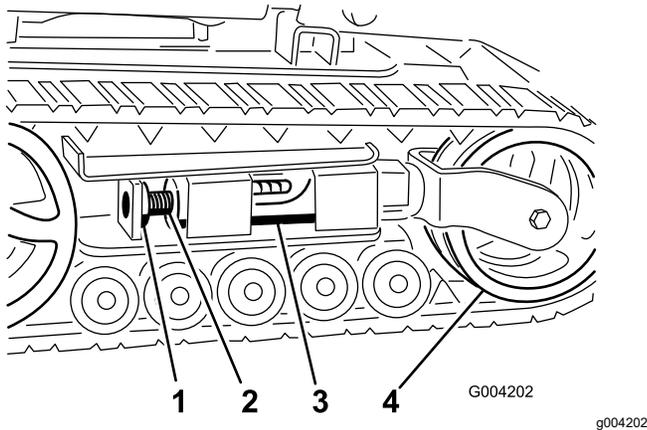
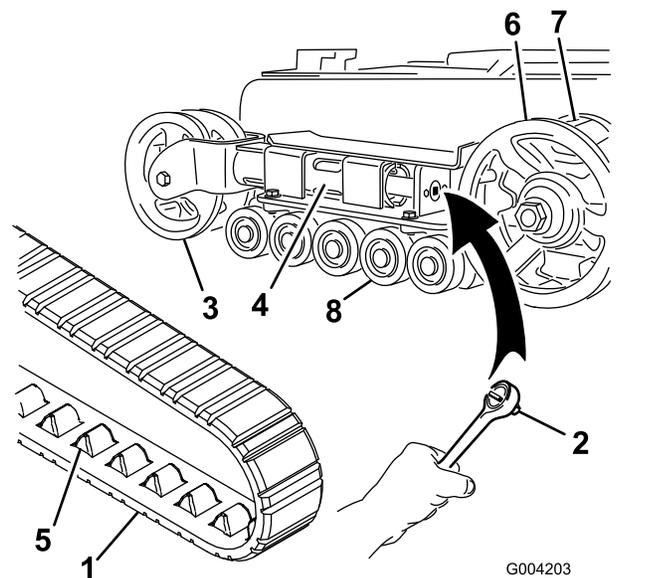
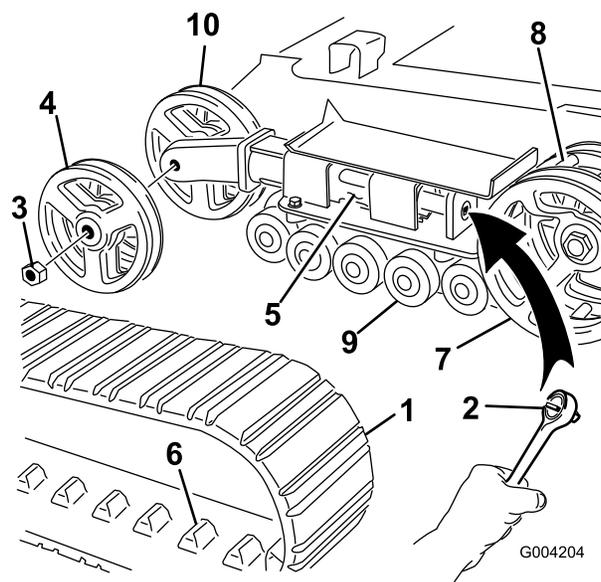

図 47
図 48
図 49
4. ロッキングボルトとナットを外す 図 47。
6. テンションねじのノッチのうち、ロッキングボルトの穴に一番近いノッチを穴に合わせ、ねじを溝をローラを適切な穴に合わせてセットし、シャフトを通してボルトとナットで固定する 図 47。
注 細幅クローラの場合は、前側テンションホイールが、テンションチューブの端部のフォークの内側に取り付けられています 図 48。
5. $\frac{1}{2}$ " のドライブレンチを使用して、テンショニングねじを左にまわしてドライブテンションを解放する 図 47 と 図 48。
6. テンションホイールをユニットの後方に向かって押してテンションチューブをフレームに当てる 図 48。フレームに当たらない場合は、テンショニングねじを更に回す。
8. テンションホイールからクローラが外れたら、駆動スプロケットとロードホイールからもクローラを外す 図 48。
9. 駆動スプロケットからスタートして、新しいクローラをスプロケットに巻きつけるようにして取り付けるクローラについている爪がスプロケットのコグにはまるように取り付けること 図 48。
10. ロードホイールとロードホイールの間にクローラを押し込む 図 48。
注 広幅クローラの場合は、前側テンションホイールが、テンションチューブの端部の側部に取り付けられています 図 49。
4. ロックボルトとナットを外す 図 47。
5. 1/2" のドライブレレンチを使用して、テンションねじを左にまわしてドライブテンションを解放する 図 47 と 図 49。
6. テンションホイールをユニットの後方に向かって押してテンションチューブをフレームに当てる 図 49。
7. 外側のテンションホイールを固定しているナット外して右ホイールを取り外す 図 49。
8. クローラを取り外す 図 49。
9. 内側のテンションホイールを固定しているナット外して右ホイールを取り外す 図 49。
13. 先ほど取り外したナットで、内側テンションホイールを元通りに取り付ける 図 49。
15. 新しいクローラのラグが、駆動スプロケットの真ん中にある2つのスペーサの間に嵌るように取り付けする 図 49。
16. 先ほど取り外したナットで、外側テンションホイールを元通りに取り付ける 図 49。